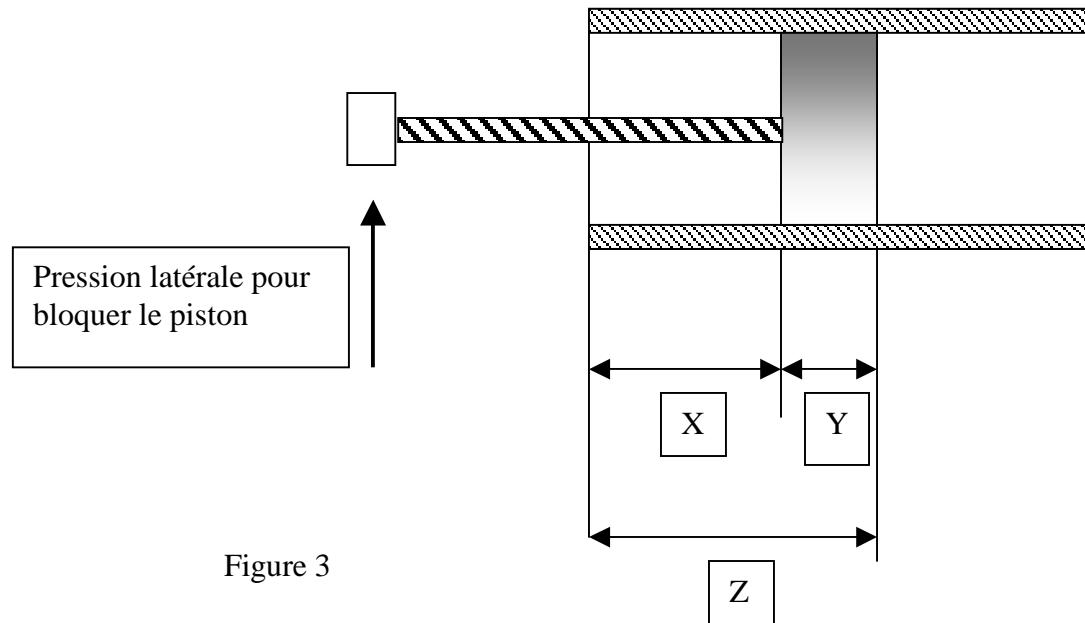

Figure 3
Le piston bloqué, avec un "pied de profondeur", mesurer la distance (X) de l'extrémité du guide jusqu'à la face du piston et y additionner l'épaisseur du piston (Y) pour obtenir Z qui représente la portion de guide à supprimer. Faire la mesure de chaque côté et noter (Figure 3).